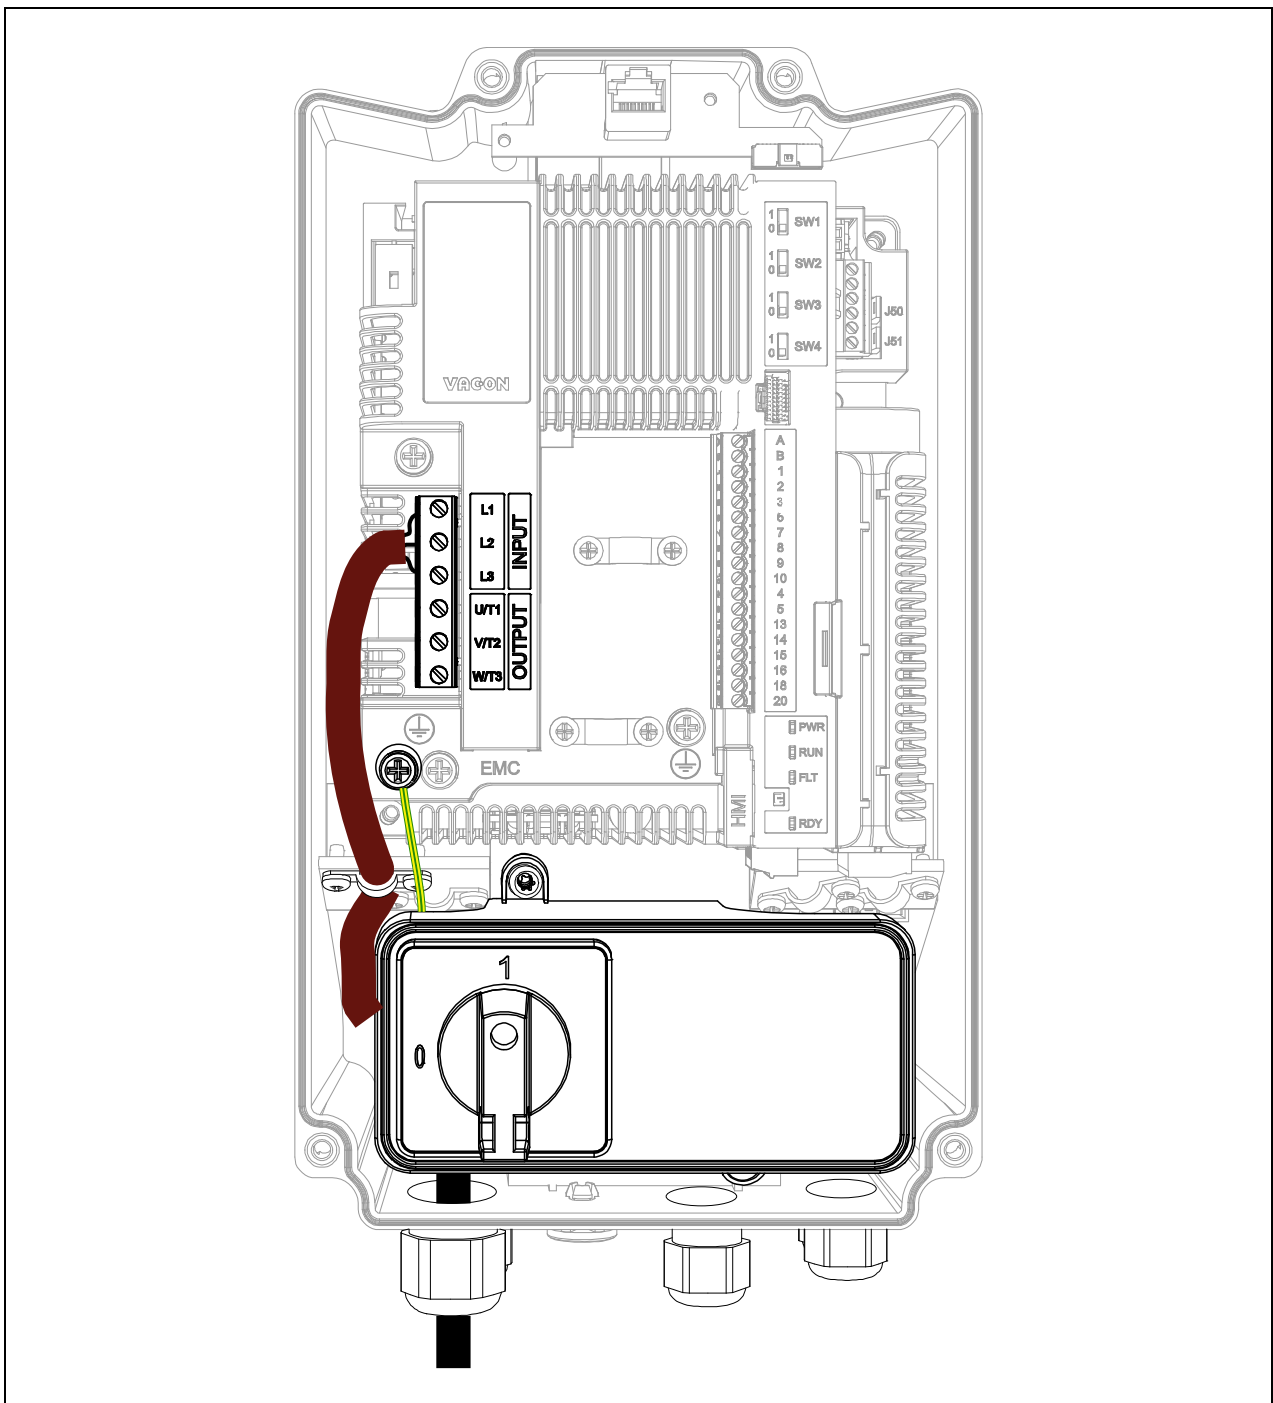

Abbildung 64. Netzschalter und Kabel verbunden (MU2 3-phasige Baureihe).
- Verbinden Sie das MASSE-Kabel mit der richtigen Klemme (siehe gelb-grünes Kabel in Abbildung 64).
7	<ul style="list-style-type: none"> <li>• Verbinden Sie das MASSE-Kabel mit der richtigen Klemme (siehe gelb-grünes Kabel in Abbildung 64).</li> </ul>